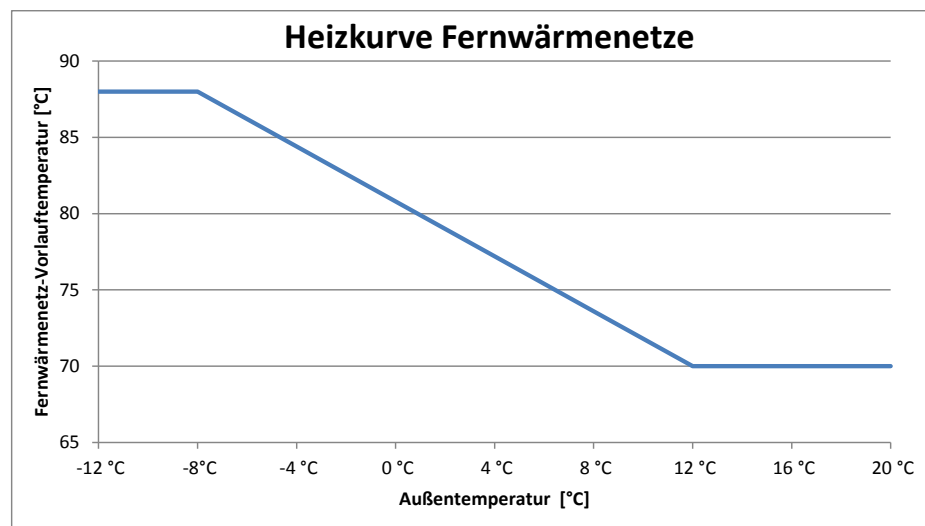

Abb. 1 Heizkurve Fernwärmenetze der Stadtwerke Neustadt an der Weinstraße GmbH Regelbetrieb
- (Heizkurve der Vorlauftemperatur siehe Abbildung 1)*